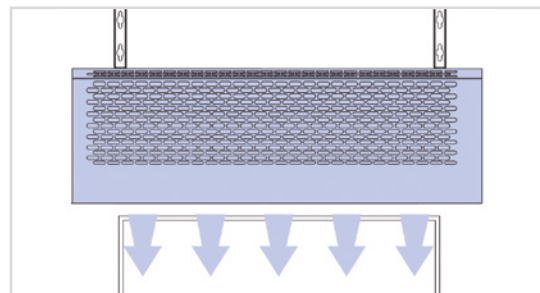

Figura 2
- Para asegurar un funcionamiento correcto, se recomienda que la cortina sobresalga unos 100 mm por cada lado de la puerta (ver figura 2).